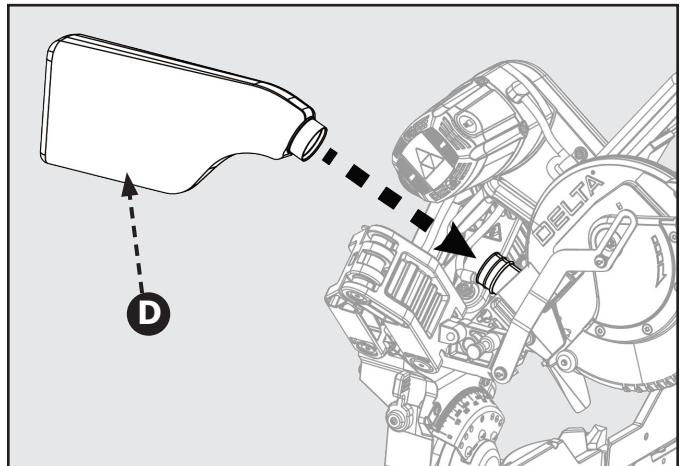

Figure 10
L'outil comprend un sac à poussière (D) qui s'attache par-dessus l'orifice d'échappement sur le protège-lame supérieur. Faites glisser le collier en plastique de la sortie d'échappement en arrière de la tête de la scie. Voir figure 10